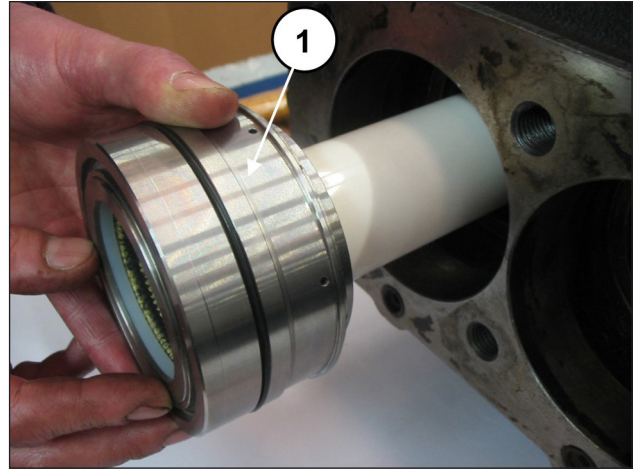
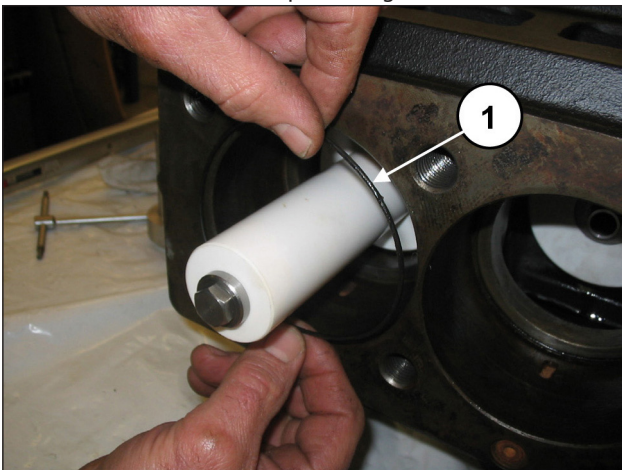

Fig. 168
Fig. 167
Ajustar los tornillos con la llave dinamométrica como se indica en el capítulo 3. Introducir la junta tórica en el cárter de la bomba (pos. ①, Fig. 167) y, a continuación, introducir a fondo el bloque camisa-soporte junta (con la junta tórica) ensamblado anteriormente (pos. ①, Fig. 168).